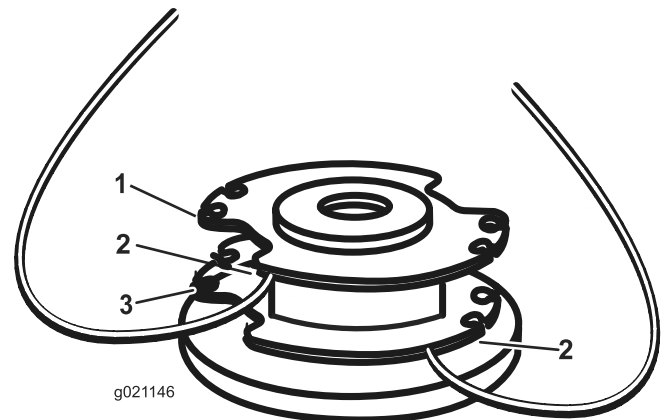

Bild 20
4. Stecken Sie den Faden in die Ankerlöcher im oberen Teil der Spule (Bild 20). Wickeln Sie den Faden in der Richtung auf die Spule, die durch die Pfeile auf der Spule angegeben ist.